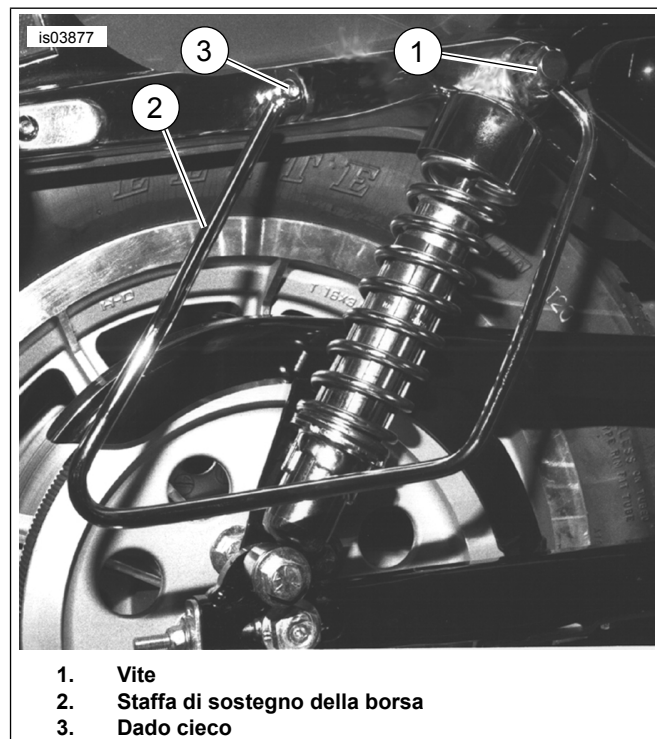

Figura 1. Installazione della staffa di sostegno della borsa morbida
3. Vedere Figura 1. Rimuovere il bullone a testa bombata e il dato originali più avanzati (a 3) dal coperchio del sostegno del parafrangente. **Per i modelli 2000-2003**, smaltire il bullone, ma conservare il dado per l'installazione successiva. **Per i modelli 2004 e successivi, ECCECETO XL1200N**, smaltire il dado e il bullone. **Per i modelli XL1200N**, smaltire il bullone, ma conservare il dado per l'installazione successiva.